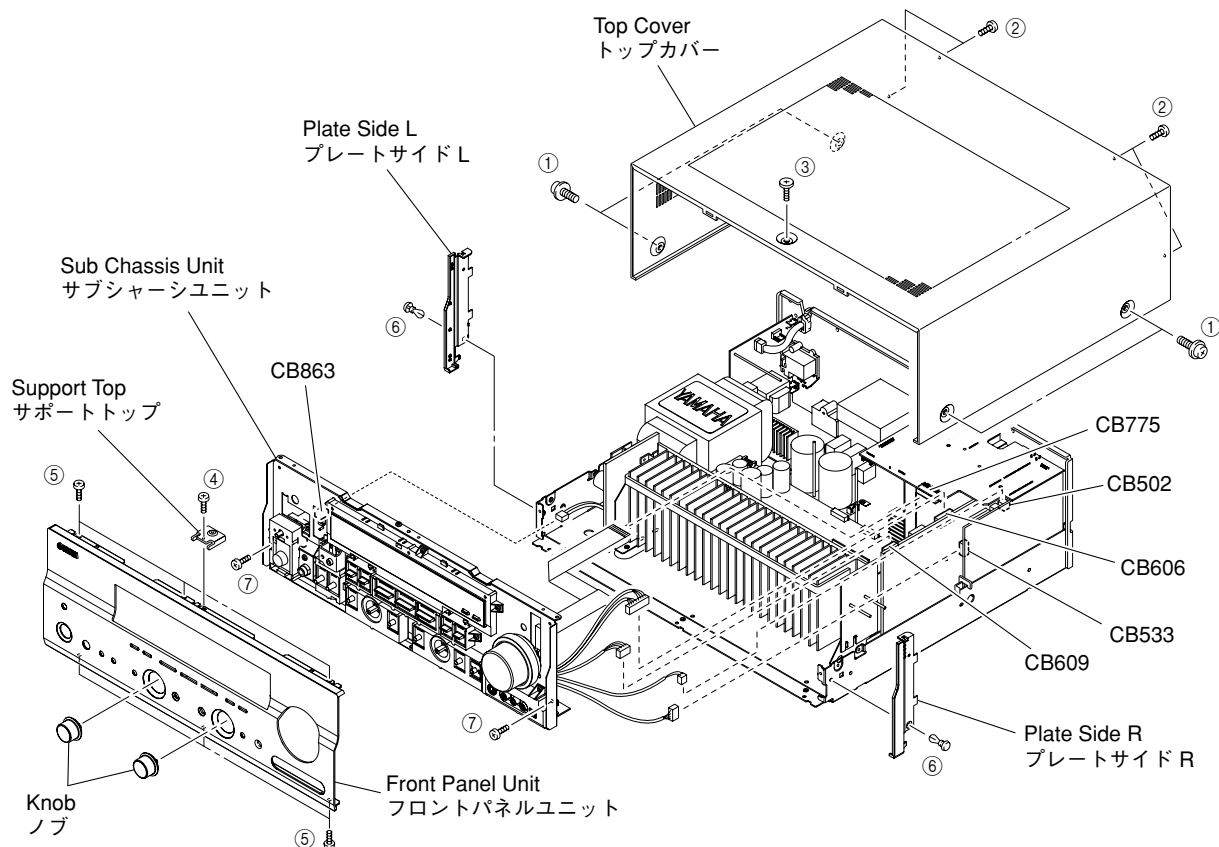

Fig. 1
- Remove 4 screws (①), 4 screws (②) and 1 screw (③). (Fig. 1)
- Slide the Top Cover rearward to remove it. (Fig. 1)
- ①のネジ4本、②のネジ4本、③のネジ1本を外します。(Fig. 1)
- トップカバーを後方へスライドさせ、取り外します。(Fig. 1)
- Remove 2 Knobs. (Fig. 1)
- Remove 1 screw (④) and then remove the Support Top. (Fig. 1)
- Remove 6 screws (⑤). (Fig. 1)
- Remove the Front Panel Unit. (Fig. 1)
- ノブを2個取り外します。(Fig. 1)
- ④のネジ1本を外し、サポートトップを取り外します。(Fig. 1)
- ⑤のネジ6本を外します。(Fig. 1)
- フロントパネルユニットを取り外します。(Fig. 1)
- Remove 2 push rivets (⑥). (Fig. 1)
- Remove the Plate Side L/R. (Fig. 1)
- ⑥のプッシュリベット2本を外します。(Fig. 1)
- プレートサイドL/Rを取り外します。(Fig. 1)
- Remove 2 screws (⑦) and then slide the Sub Chassis Unit forward. (Fig. 1)
- Loosen the harness fixture fixing the cable. (Fig. 1)
- Remove CB502, CB533, CB606, CB609 and CB775. (Fig. 1)
- Remove the Sub Chassis Unit. (Fig. 1)
- ⑦のネジ2本を外し、サブシャーシユニットを前方に引き出します。(Fig. 1)
- CB502、CB533、CB606、CB609、CB775を外します。(Fig. 1)
- サブシャーシユニットを取り外します。(Fig. 1)